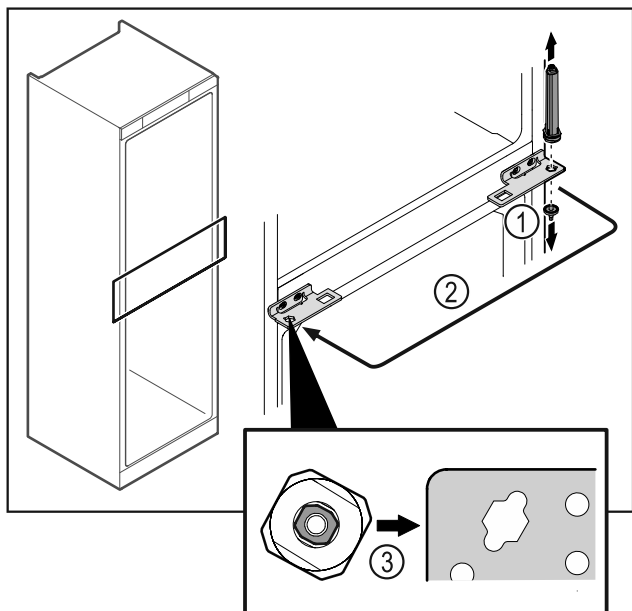

Fig. 43
- ▶ Odvijte sornik tečaja Fig. 43 (1).
- ▶ Prestavite sistem za zaklepanje vrat Fig. 43 (2).
- ▶ Bodite pozorni, da pri vstavljanju izravnalne točke sornika Fig. 43 (3) kažejo v smeri okrogle luknje.